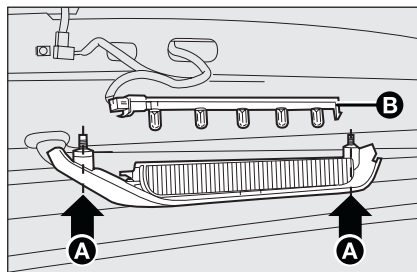

fig. 30
- ☐ afloje los dos tornillos de fijación **A**-fig. 30;